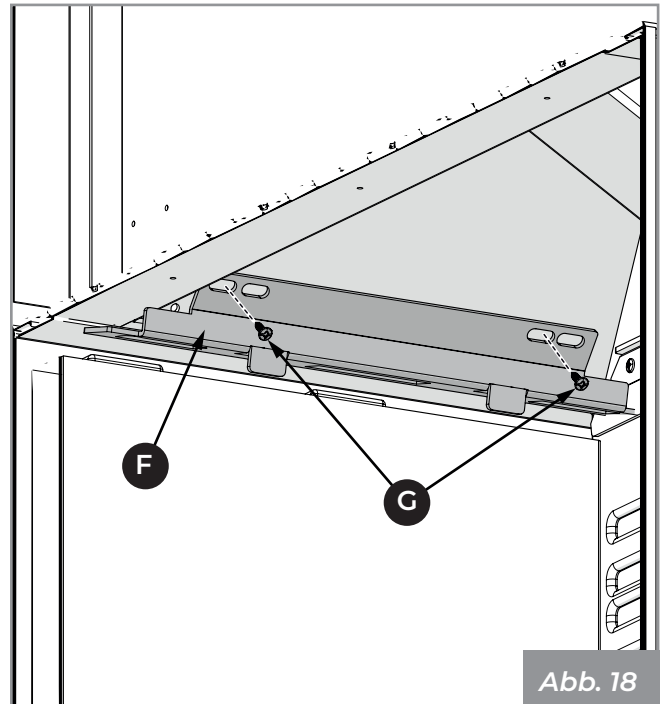

Abb. 18
- 4) Blockieren Sie das feuerfeste Material mit der Halterung (F) und achten Sie darauf, die Schlitz in die entsprechenden Vorsprünge einzuführen und mit den entsprechenden Schrauben (G) (Abb. 18) zu befestigen.